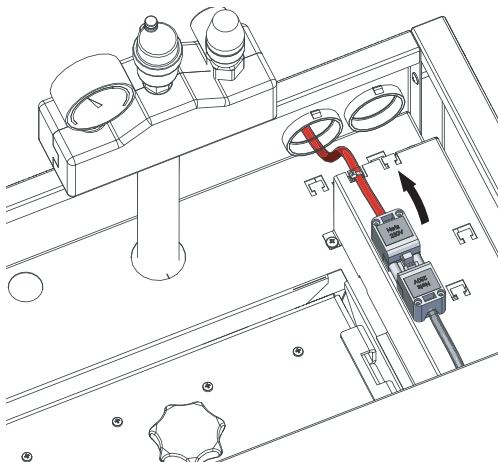

Fig. 73 Gerate-Netzstecker abziehen
- ▶ Vor dem offnen des Revisionsdeckels, Heizkessel immer spannungslos machen. Gerate-Netzstecker ziehen – Fig. 73.
- ▶ Gerate-Netzstecker abstecken – Fig. 73.